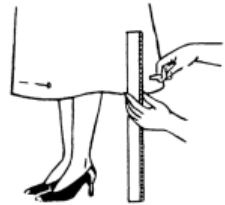

Рис. 400
3. Определите правильную линию низа, временно подогнув нижний срез изделия спереди, и заколите ее булавкой (рис. 400).
3. Без специальных устройств (см. рис. 400).